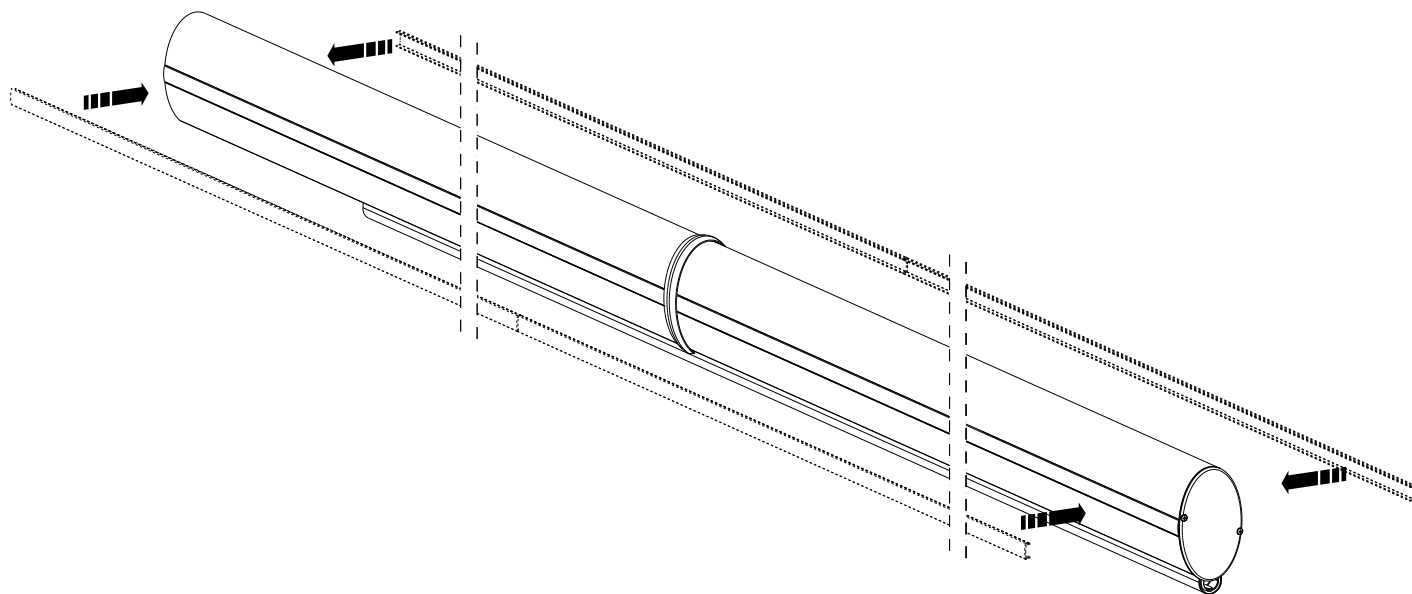

fig. 6
- 7_ applicare i profili copri led all'asta (precedentemente tagliati a misura se necessario), con una semplice pressione delle dita (fig. 6).
- 7_ apply the LED covering profiles (previously cut to measure if necessary), simply by pressing with your finger (fig. 6).
- 7_ Bringen Sie die (falls erforderlich zuvor auf Länge geschnittene) LED-Abdeckung durch einfaches Eindrücken an der Stange an (Abb. 6).
- 7_ appliquer les profils couvre led à la tige (précédemment coupés si nécessaire), avec une simple pression des doigts (fig. 6).
- 7_ Aplique los perfiles cubre led en el asta (antes cortados a medida de ser necesario), haciendo presión con los dedos (fig. 6).
- 7_ aplicar os perfis de cobertura dos leds na haste (previamente cortados à medida, se necessário), exercitando uma simples pressão com os dedos (fig. 6).